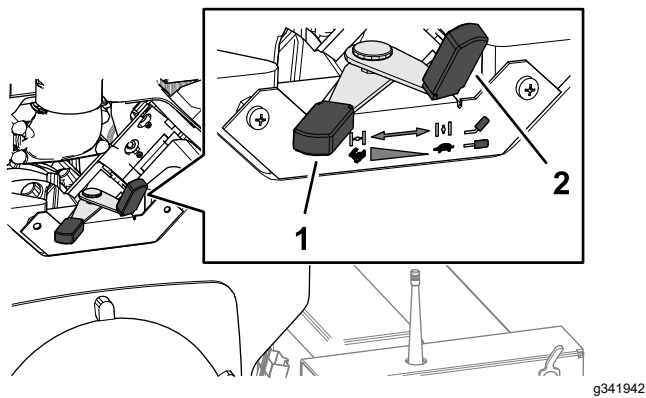

Figura 15
2. Si el motor está frío, mueva la palanca del estérter (Figura 15) a la posición de ACTIVADO.
- Mueva la palanca del acelerador (Figura 15) a un punto intermedio entre las posiciones de Lento y Rápido.